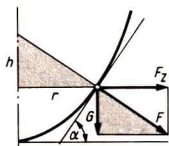

Bild 76
- 4.5 Das im Bild 76 markierte Flüssigkeitsteilchen unterliegt einer Kraft, die die Resultierende aus Gewicht und Fliehkraft ist. Die Oberfläche liegt senkrecht zur Resultierenden. Sie ist gekrümmt, da die Fliehkraft mit dem Abstand des Teilchens von der Drehachse zunimmt und sich damit die Richtung der Resultierenden ändert.